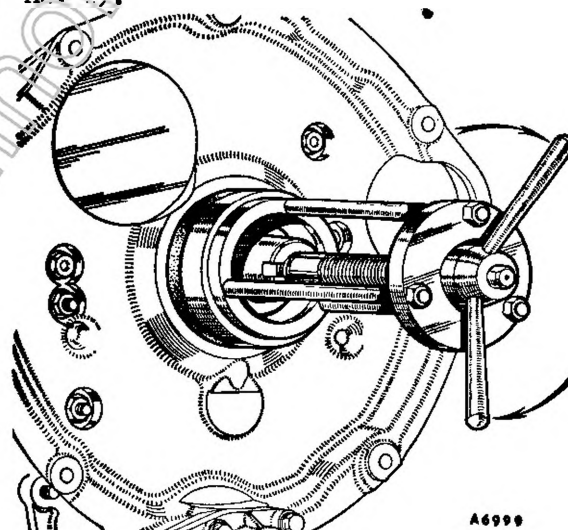

Fig. Aa. 22
8. Montare la nuova tenuta unitamente allo attrezzo 18G 1068 B in posizione (vedi la figura Aa. 22).